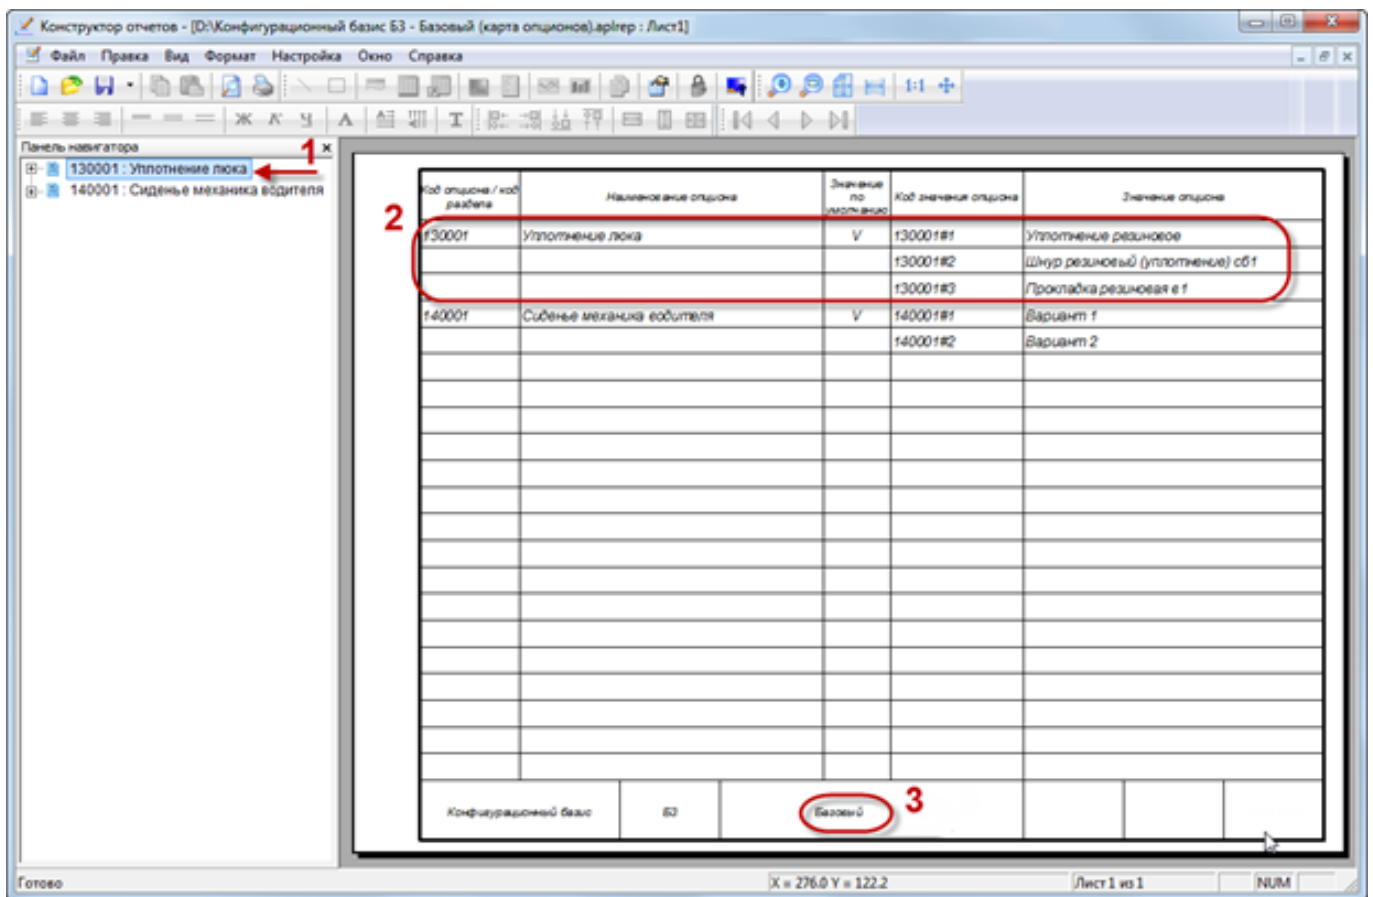

Рис. 13-66 – Отчет по карте опционов для конфигурационного базиса
- 5) При нажатии на кнопку «Да» отчет открывается в программе «Конструктор отчетов». Пример отчета карты опционов показан на рис. 13-66.
- 6) Выбрать в левой части конструктора отчетов нужный опцион (1 на рис. 13-66).
- 7) В правой части отобразится лист отчета, который включает этот опцион и его значения (2 на рис. 13-66). В нижней части каждого листа отчета выводится наименование конфигурационного базиса (3 на рис. 13-66).